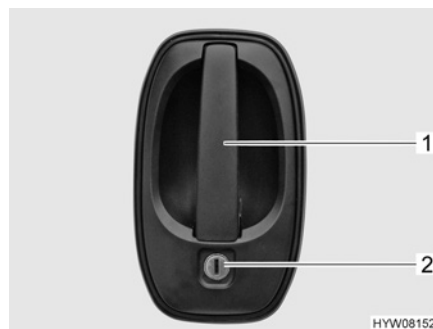

Bild 16 Türschloss (Fahrertür, Eingangstür, außen)
- Schlüssel in Schließzylinder (Bild 16,2) stecken und drehen, bis das Türschloss entriegelt ist.
- Am Türgriff (Bild 16,1) ziehen. Die Tür ist geöffnet.
- Schlüssel in Schließzylinder (Bild 16,2) stecken und drehen, bis das Türschloss verriegelt ist.